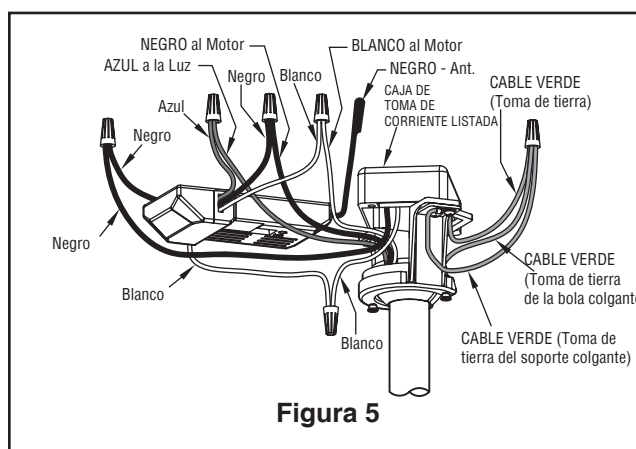

Figura 5
5. Vuelva a colocar la semiesfera en el barral como se indica a continuación. Pase los tres cables de 2.03 m (80") a través de la semiesfera. Pase el pasador a través de los dos orificios en el barral y alinee la semiesfera de modo que el pasador quede atrapado en la ranura de la parte superior de la misma. Empuje la semiesfera hacia arriba, bien ajustada contra el pasador. Ajuste firmemente el tornillo de fijación en la semiesfera. Si el tornillo de fijación está flojo, podría provocar oscilación del ventilador. (Figura 5)
- ☐ 4. Conecte los cables verdes desde el soporte colgante y la bola colgante en el cable desnudo (toma de tierra) utilizando el conector de cables suministrado. Conecte el cable negro desde la unidad del receptor marcado "AC IN L" al cable negro de suministro de electricidad utilizando el conector de cables suministrado. Conecte el cable blanco desde la unidad del receptor marcado "AC IN N" al cable blanco de suministro de electricidad utilizando el conector de cables suministrado. Conecte el cable blanco desde la unidad del receptor marcado "TO MOTOR N" al cable blanco del ventilador utilizando el conector de cables suministrado con el receptor. Conecte el cable blanco desde la unidad del receptor marcado "TO MOTOR L" al cable blanco del ventilador utilizando el conector de cables suministrado con el receptor. Por último, conecte el cable azul del receptor al cable azul de la luz del ventilador utilizando el conector de cables suministrado. Coloque todos los cables conectados y la antena del receptor para permitir la instalación de la cubierta del techo. (Figura 5)
- ☐ 5. Gire la placa del kit de luces inferiores alineando las ranuras de las clavijas en la placa del kit de luces superiores. (Figura 5)